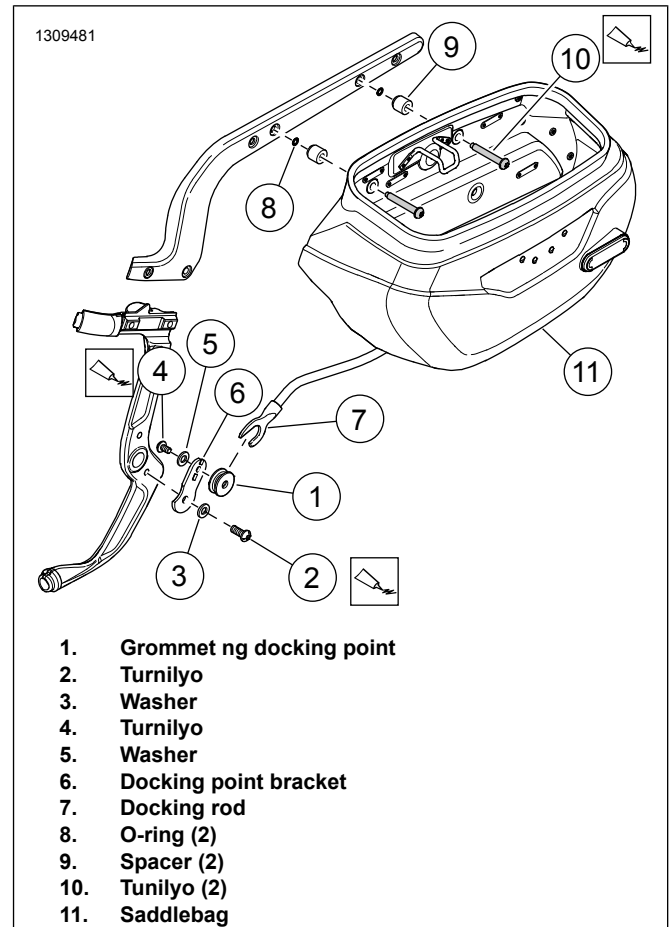

Figure 2. Pagma-mount ng Saddlebag (kaliwang bahagi)
1. Tingnan ang Figure 2 . Ikabit ang grommet ng kaliwang docking point.
- a. Iposisyon ang bracket ng docking point (6) sa kuwadro.
- b. Ikabit ang washer (3) sa turnilyo (2).